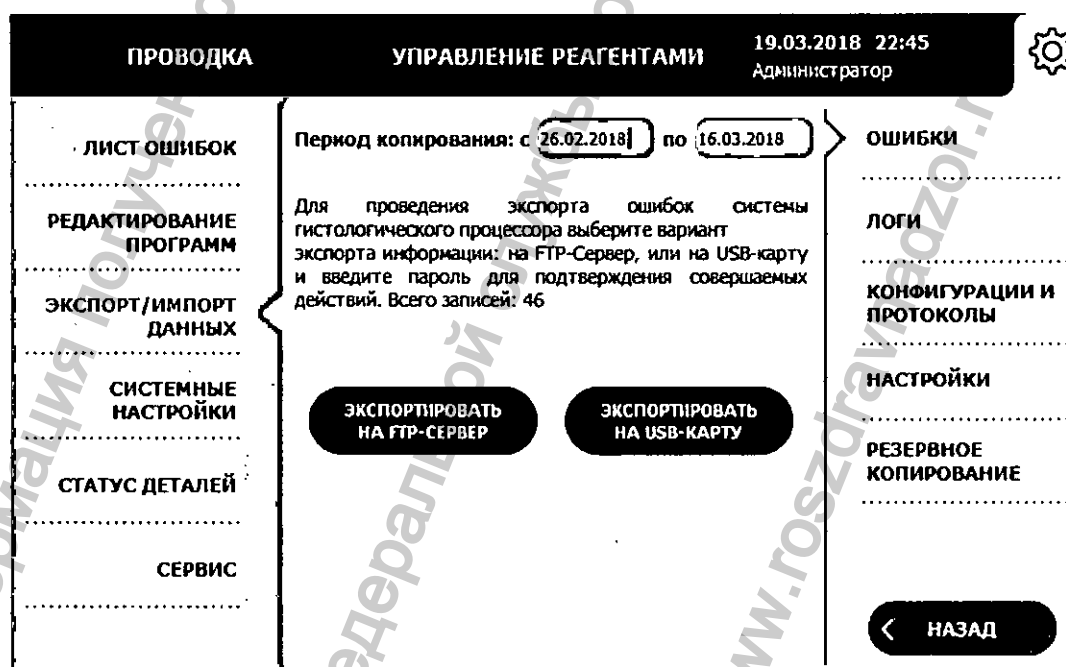

Рисунок 3.26. Экспорт-импорт данных
1. На вкладке системных настроек выберите пункт меню **Экспорт/импорт данных** (рисунок 3.26).